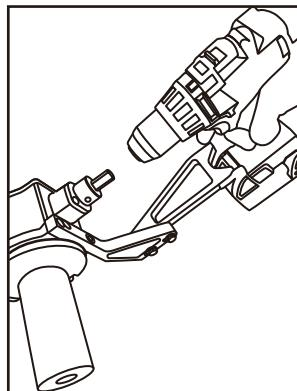

Figure 1
1. Desserrez le mandrin de la perceuse à main pour recevoir l'arbre d'entrée (3) de l'extracteur.
2. Alignez la poignée de la perceuse à main avec le support ajustable de la perceuse (2), installez sur l'adaptateur pour mandrin d'arbre d'entrée (3) et serrez le mandrin de la perceuse (figures 1 et 2).
- ▲ ATTENTION : Lorsque vous enclenchez le moteur de la perceuse pour serrer sur les extracteurs de l'adaptateur pour mandrin d'arbre d'entrée (3), faites attention de ne pas vous pincer les doigts avec le couple de la perceuse.**
3. Serrez les boulons sur la glissière ajustable de la perceuse (7) une fois en contact avec la poignée de la perceuse.
4. Fixez, à l'aide de la sangle fournie, la poignée de la perceuse au support ajustable de la perceuse (2).